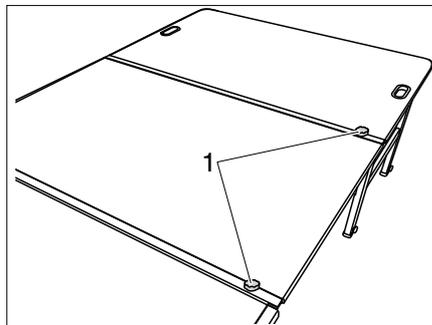

Bild 34 Sicherung anbringen
- Sternschrauben (Bild 34,1) in die beiden Schienenverbände zur Sicherung einschrauben.